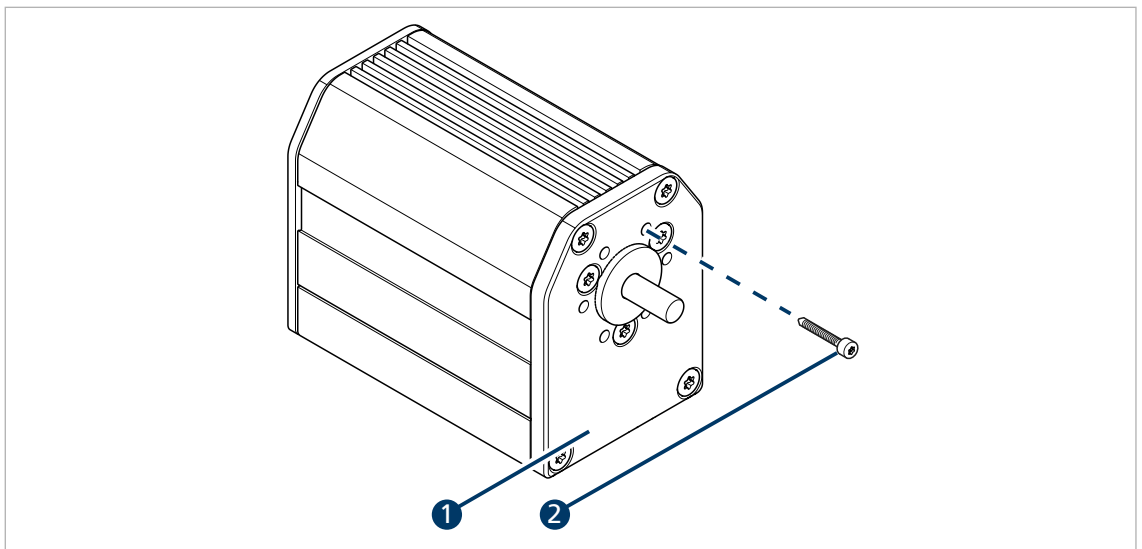

图 8: 端面安装固定
- ▶ 采用如图 8 所示的安全方式，通过伺服单元 (1) 端盖上的螺纹孔，使用螺钉 (2) 固定。